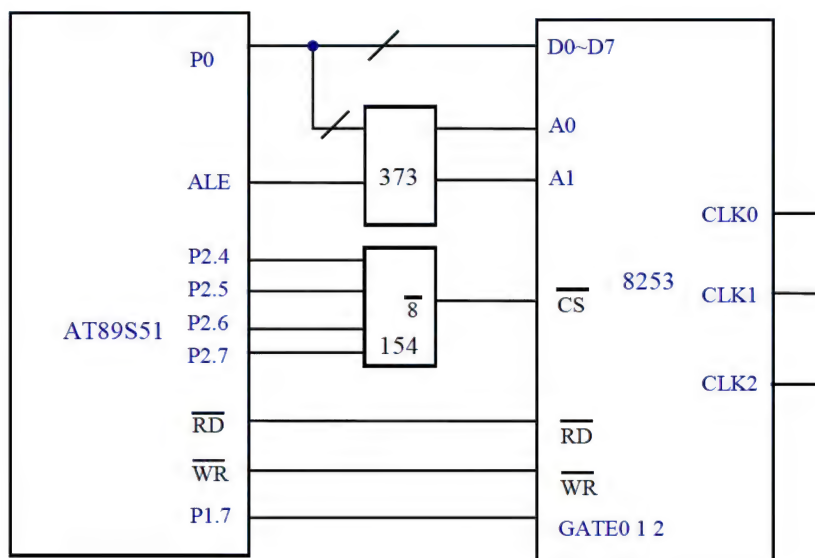

图 8.36 上机题 3 的原理图
3. 原理图如图 8.36 所示，已知 8253 计数器 0、1、2 的地址分别为 8000H、8001H、8002H，控制口地址为 8003H，试编写程序测出三个通道脉冲信号的计数率。